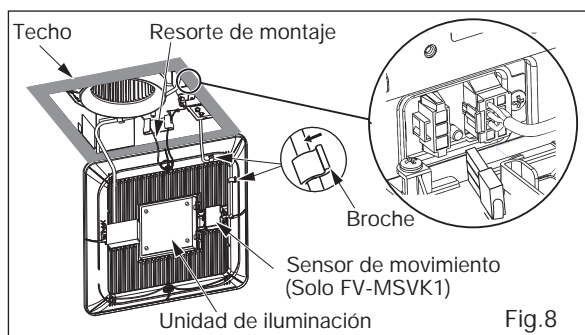

Fig.8
10. Inserte el resorte de montaje de la parrilla del lado del cableado en la ranura e inserte el conector de enchufe en el compartimiento de la unidad de iluminación. (Fig.8)